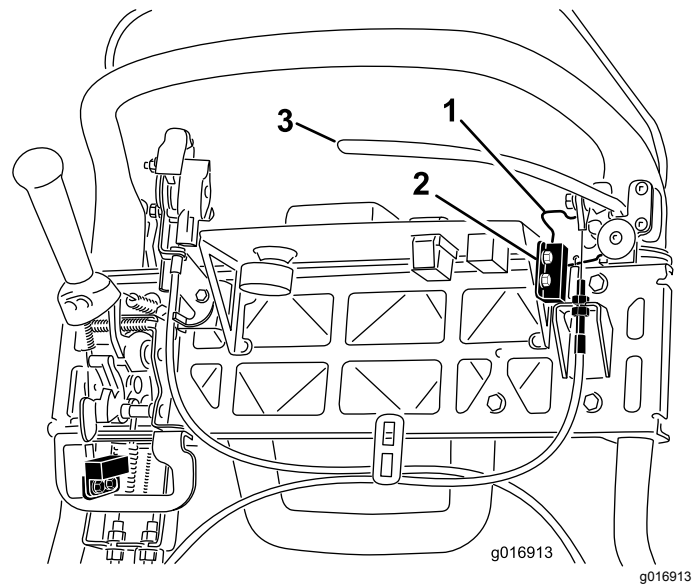

Figura 42
4. Afloje y retire las fijaciones de montaje del interruptor de seguridad (Figura 42).
5. Coloque un suplemento de 1,6 mm de grosor entre el seguro del freno de estacionamiento y el interruptor de seguridad (Figura 42).